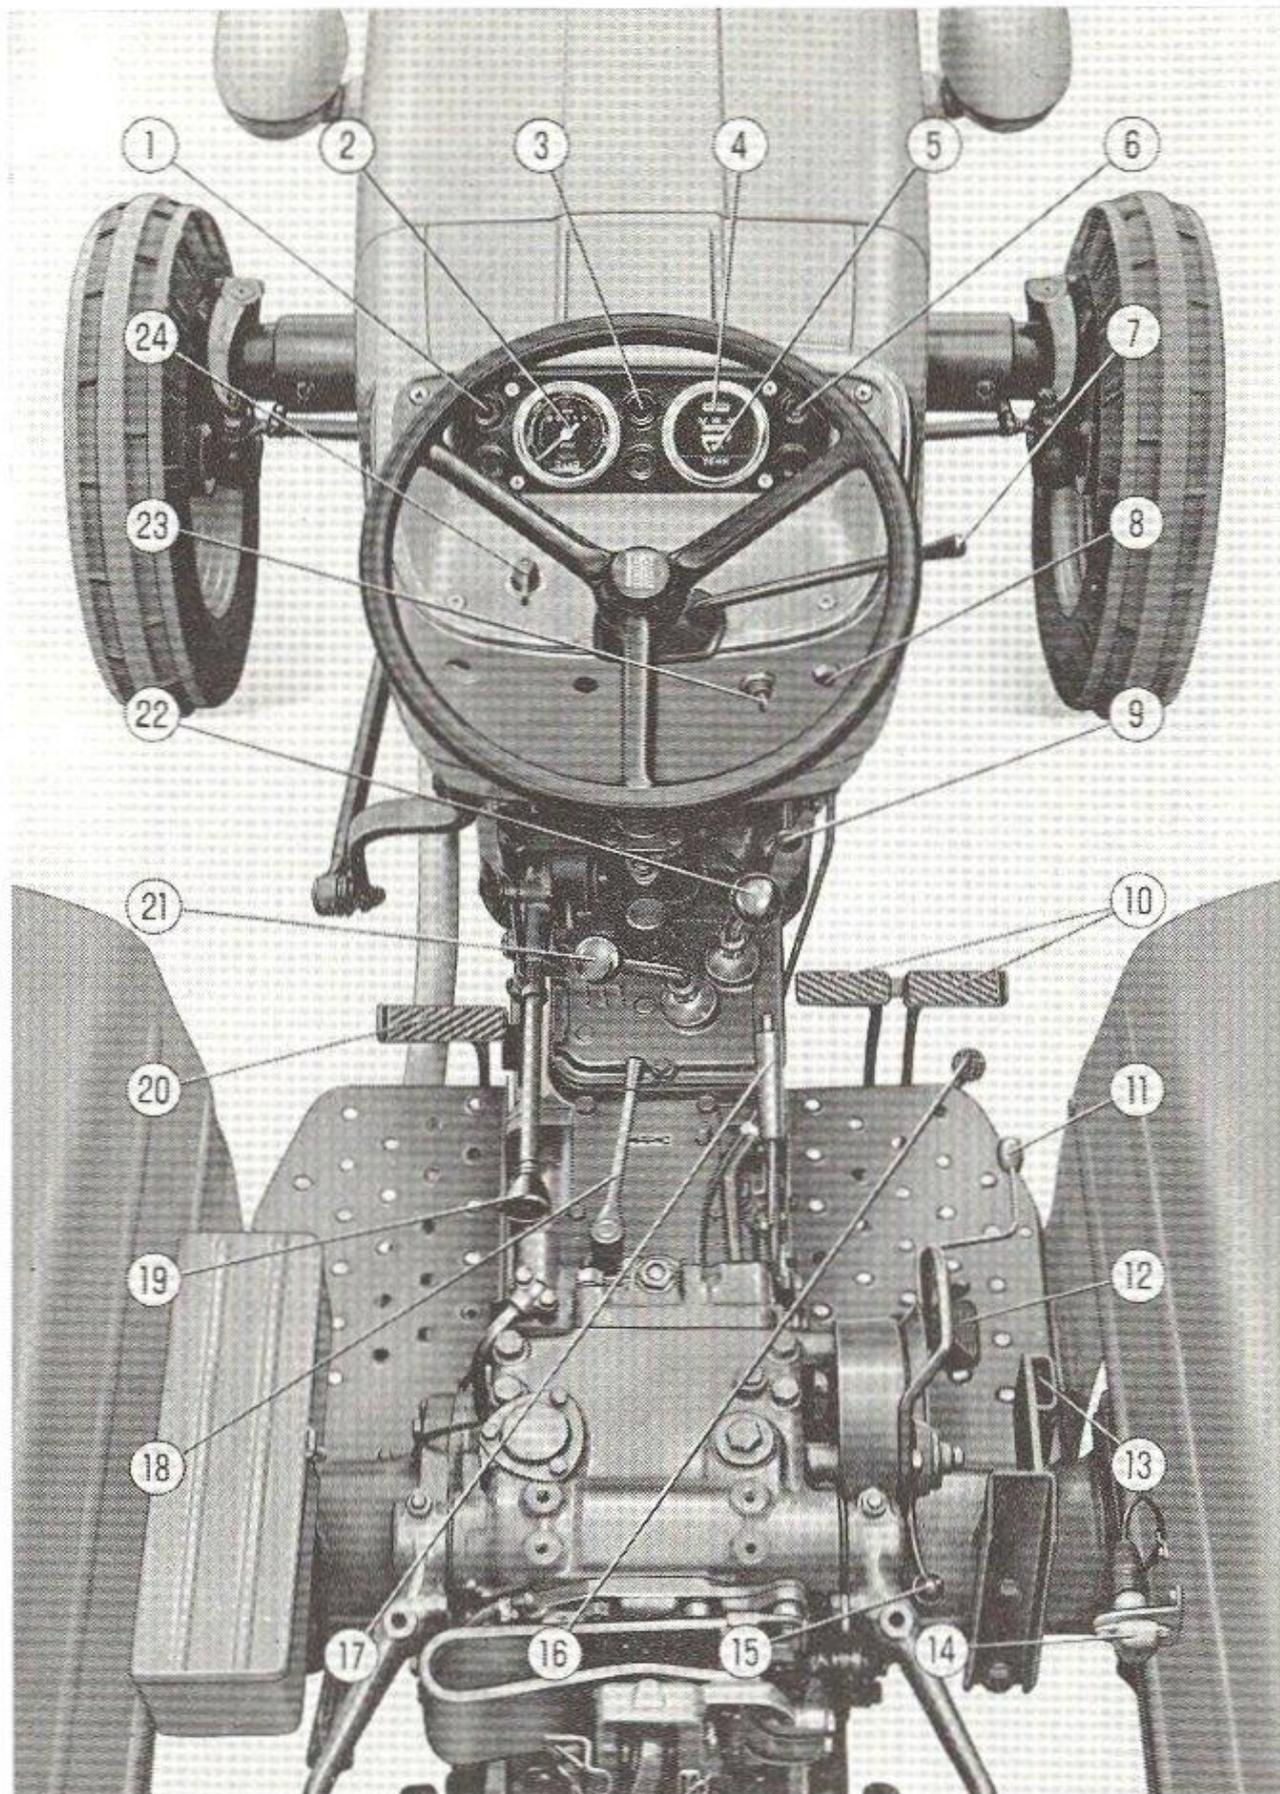
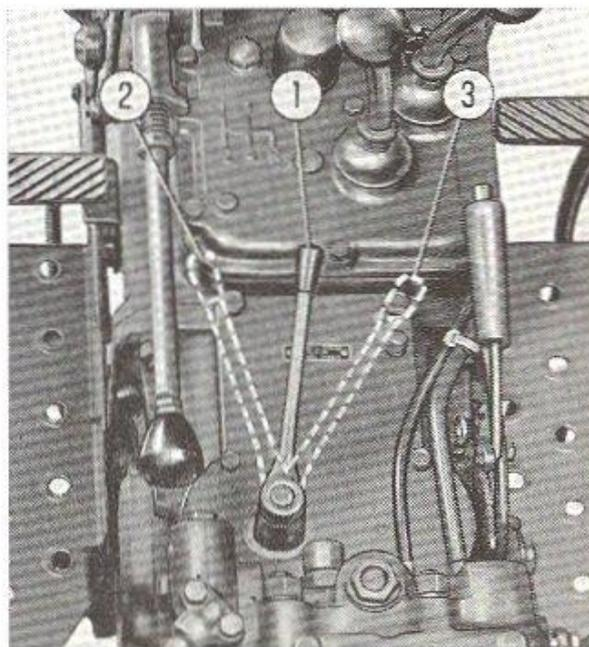

Fig. 4. - Appareils de contrôle et commandes.
Fig. 11. - Levier de commande de prise de force et de prise de mouvement.
Tirez à fond la tirette **9** (fig. 4). Dès que le moteur est arrêté, enlevez la clé de contact (fig. 5) à la position **0**, ou même à la position **5** si
- **Pour coupler la prise de force au moteur** il faut d'abord débrayer l'embrayage correspondant (levier 19, fig. 4, à fond de course en haut) et après quelques instants déplacer à gauche le levier illustré dans la fig. 11.
— **Pour accoupler la prise de force synchronisée à la boîte de vitesses**, il faut arrêter le tracteur et déplacer à droite le levier indiqué sur la fig. 11.
NOTA - Lorsque la prise de force n'est pas utilisée, laissez le levier au point mort (fig. 11) et le levier **19**, fig. 4 de l'embrayage correspondant en bas (embrayage enclenché).
Son embrayage est réalisé en débrayant l'embrayage moteur-prise de force (levier **19**, fig. 4 en haut) et, après quelque instant, en déplaçant vers la gauche le levier de la prise de force (fig. 11).